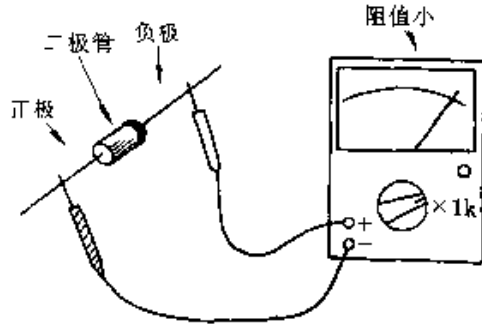
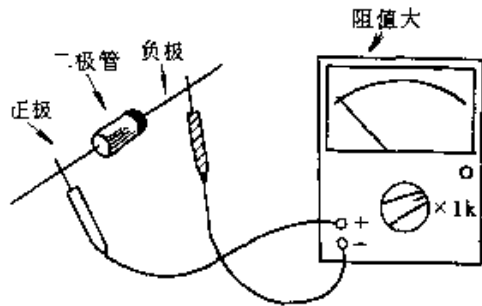

图 2-170
图 2-171
(1) 检测时,万用表置于“ $R \times 1k$ ”挡,两表笔分别接到二极管的两端,如果测得的电阻值较小,则为二极管的正向电阻,这时与黑表笔(即表内电池正极)相连接的是二极管正极,与红表笔(即表内电池负极)相连接的是二极管负极,如图 2-170 所示。如果测得的电阻值很大,则为二极管的反向电阻,这时与黑表笔相接的是二极管负极,与红表笔相接的是二极管正极,如图 2-171 所示。